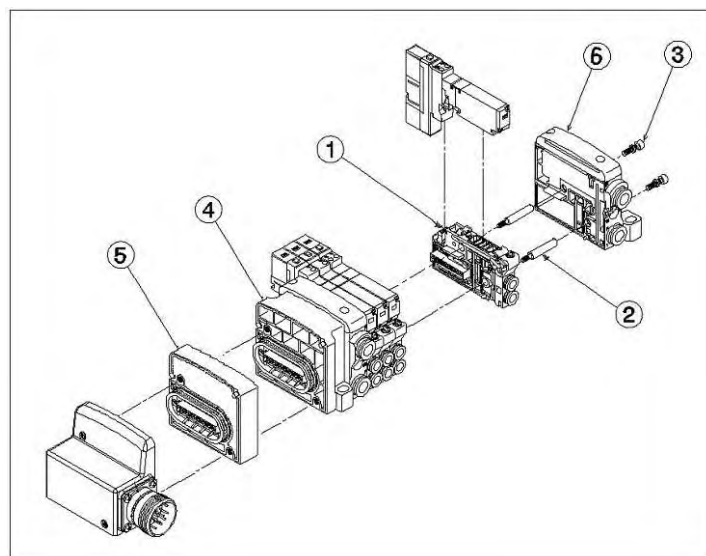

Abb. 18
6.2 Hinzufügen von Stationen (siehe Abb. 18)